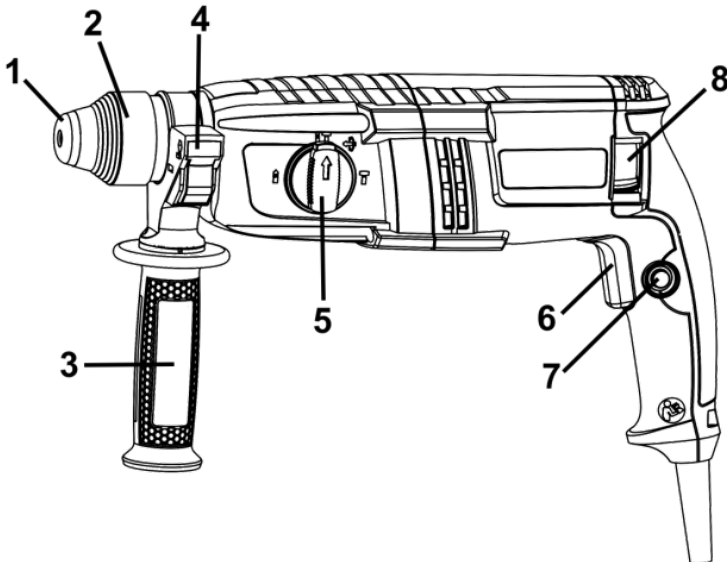

Рисунок 1
4.1 Виберіть необхідний режим роботи виробу за допомогою перемикача (5) (див. рисунок 1, таблицю 2). При необхідності зміни кута нахилу насадки при виконанні довбальних робіт зробіть необхідні операції, які описані в пункті 3.5. При необхідності встановлення свердильного патрона - встановить його в патрон SDS-plus через адаптер.
4.2 Для ввімкнення виробу натисніть на курок вимикача (6) (рисунок 1). Для відключення виробу слід курок відпустити.